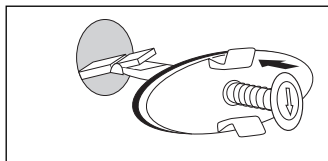

Fig. 2
- Sæt den ind i overløbet. Så snart låsearmen støder mod bagvæggen, rejser den sig op (fig. 2).